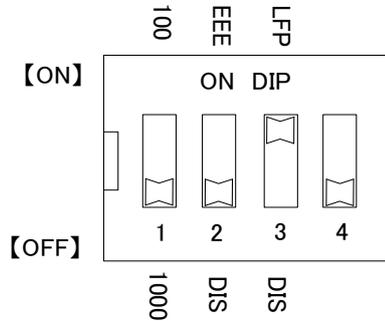

图 5.1 DIP 开关设置
- (1) OPT1 端口：利用单模式光缆，与支持本产品（DMC-1000TS-DC）或者 1000BASE-T 装置连接。
- (2) OPT2 端口：利用多模式光缆，与支持 1000BASE-SX 装置连接。
- (3) 向前方轻拉连接到各端口的光连接器，确认已经接牢。
- (4) 请确认 DIP 开关的设置如图 5.1 所示。（只有引脚 3 ON）